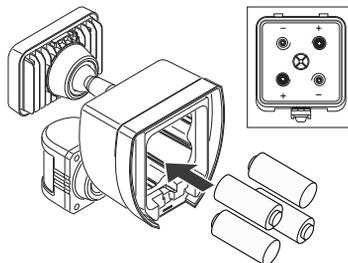

Figura 4
5. Instale cuatro pilas “D” de 1.5V (no incluidas) en el compartimiento de la pila. Asegúrese de que la polaridad de las pilas coincida con las marcas en el interior de la tapa del compartimento de la pila. Vuelva a colocar la tapa del compartimento de la pila (ver Figura 4).